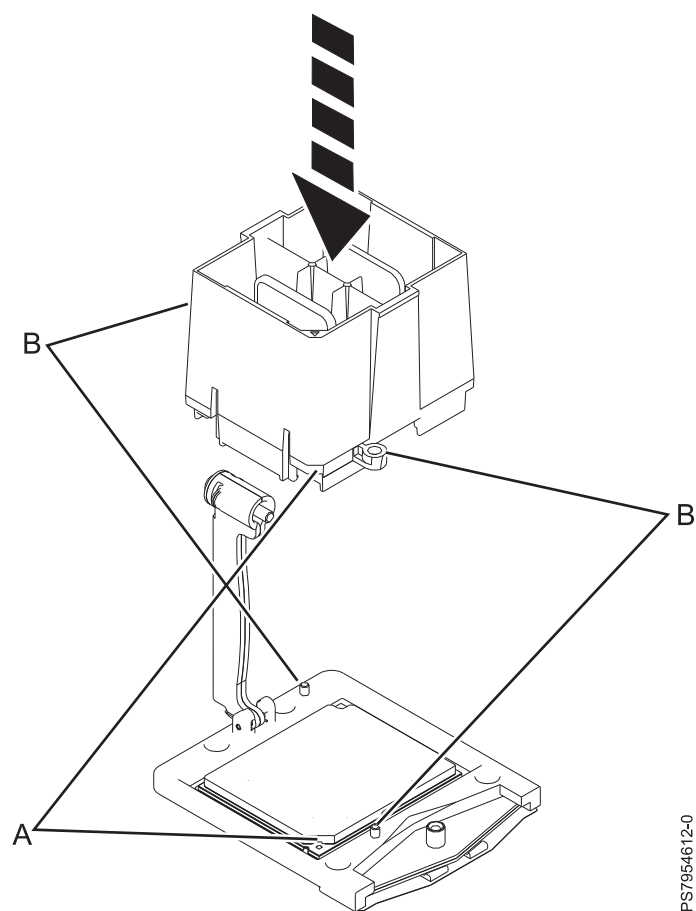

図 35. マイクロプロセッサの取り外しの準備
- 取り外しツールを使用して、ツールの斜めになった隅 (**A**) の位置を、モジュールの斜めになった隅に合わせます (79 ページの図 35 を参照)。